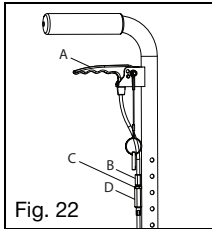

Fig. 22
- a. Apriete el gatillo (Fig. 22:A).
- a. Desbloquee la contratuerca (Fig. 22:C) del cuerpo del ajustador del cable (Fig. 22:D) con una llave de 10 mm y 3/8" de extremo abierto.
- b. Enrosque el ajustador del cable (Fig. 22:B) hacia adentro o afuera hasta que se elimine la holgura del cable, pero también que los engranajes sigan estando completamente asentados en los dientes de los chasis giratorios.